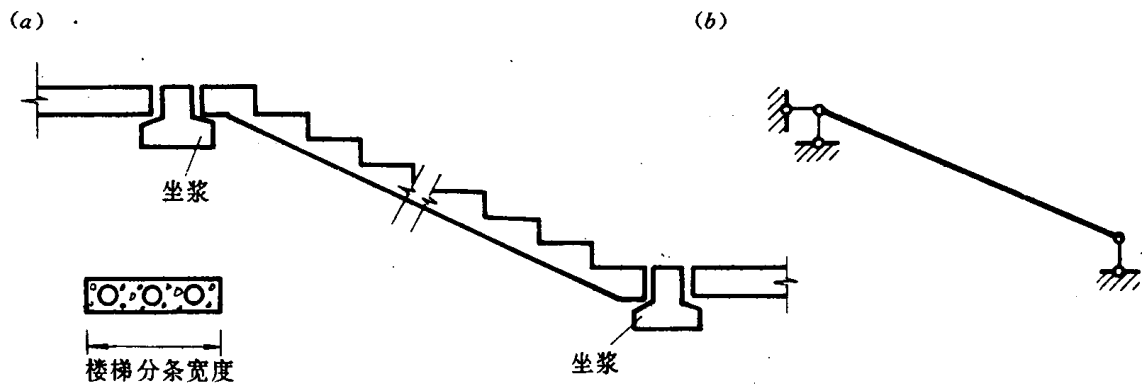

图 1-4
**例 1-4** 图 1-4(a)为分条楼梯(由几个纵条并列组成),试画出其计算简图。
分条楼梯可以一斜直轴线表示。分条楼梯通过坐浆搁置在楼梯梁上,使楼梯不能有竖向和水平方向移动,但有发生微小自由转动可能;且在荷载作用和温度变化楼梯发生变形后还可能发生伸缩变形;楼梯两端支承情况虽然完全相同,但为了反映楼梯梁对楼梯的约束作用,并便于计算,取楼梯的一端简化为铰支座,另一端简化为辊轴支座,计算简图如图 1-4(b)所示。